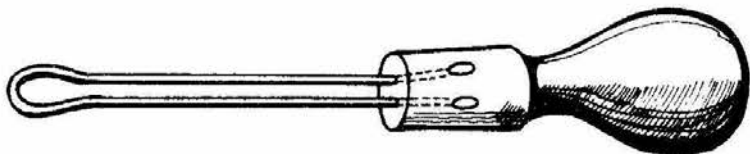

Fig. 5 Crochet fermé
- *un crochet fermé* (fig. 5) que vous devrez faire vous-même (pas en vente) avec une corde à piano pliée dont les extrémités seront fixées dans un manche. Cela vous servira à faire passer le brin à nouer dans un nœud pas encore serré.